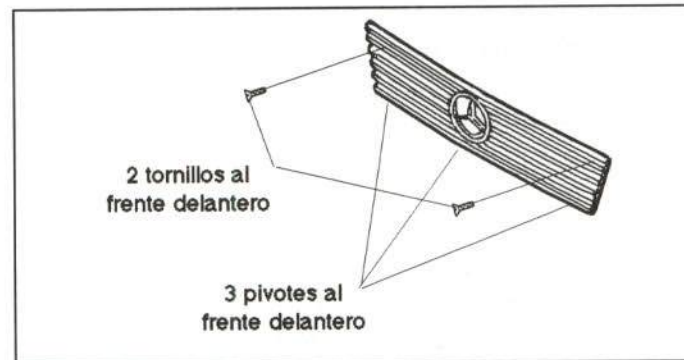

Figura 17.- Fijación de la rejilla frontal
La rejilla frontal va fijada mediante tornillos, tal como se muestra en la figura 17.
- Rejilla frontal (figura 17).
- Rejilla delantera (figura 17).
- Rejilla (figura 17).